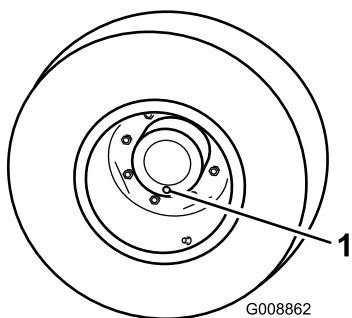

Figure 86
1. Placez la machine sur une surface plane et horizontale et tournez une roue de sorte que l'un des bouchons de contrôle se trouve à la position la plus basse (6 heures) (Figure 86).